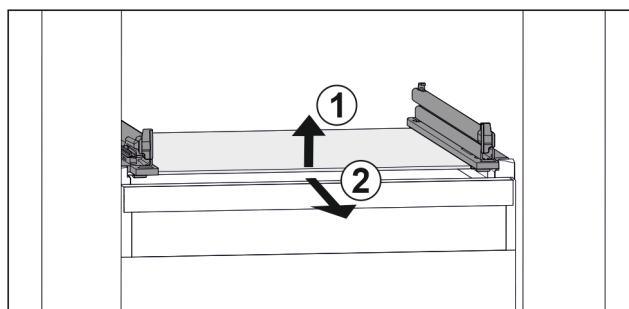

Fig. 100 Az üveglap példaként szolgáló ábrázolása
- ▶ Emelje meg az üveglap elejét. Fig. 100 (1)
- ▶ Vegye ki az üveglapot előre felé. Fig. 100 (2)